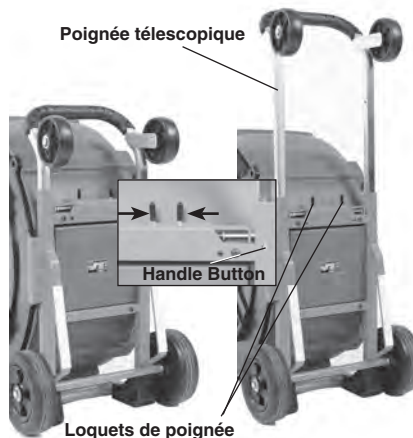

Figure 4 – Réglage de la poignée télescopique
6. Amenez le dégorgeoir jusqu'au chantier via un passage dégagé. Réglez la longueur de sa poignée si nécessaire (*Figure 4*). Ramenez les loquets de la poignée l'un vers l'autre pour amener la poignée à la longueur voulue. Vérifiez que les loquets s'engagent et que la poignée est verrouillée en position. Si la poignée dépasse le dernier point de verrouillage, ses arrêtoirs l'empêcheront de sortir. Le cas échéant, appuyez sur les loquets pour la repositionner.